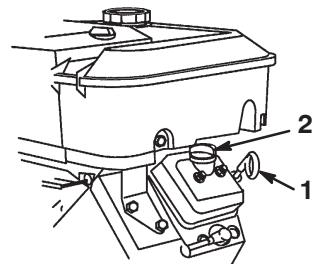

Bild 10
2. Nehmen Sie den Peilstab heraus und wischen Sie ihn mit einem sauberen Lappen ab (Bild 10). Stecken Sie den Peilstab in das Rohr und stellen Sie sicher, dass er vollständig eingeführt ist. Nehmen Sie den Peilstab heraus und kontrollieren Sie den Ölstand.
3. Entfernen Sie bei niedrigem Ölstand den Fülldeckel von der Ventilabdeckung (Bild 10) und gießen so viel Öl ein, dass der Ölstand die „Voll“-Marke am Peilstab erreicht; siehe „Motoröl“ auf Seite 28 für die korrekte Ölsorte und -viskosität. Gießen Sie Öl langsam ein und kontrollieren Sie den Ölstand häufiger während des Füllens. **Füllen Sie nicht zu viel ein.**